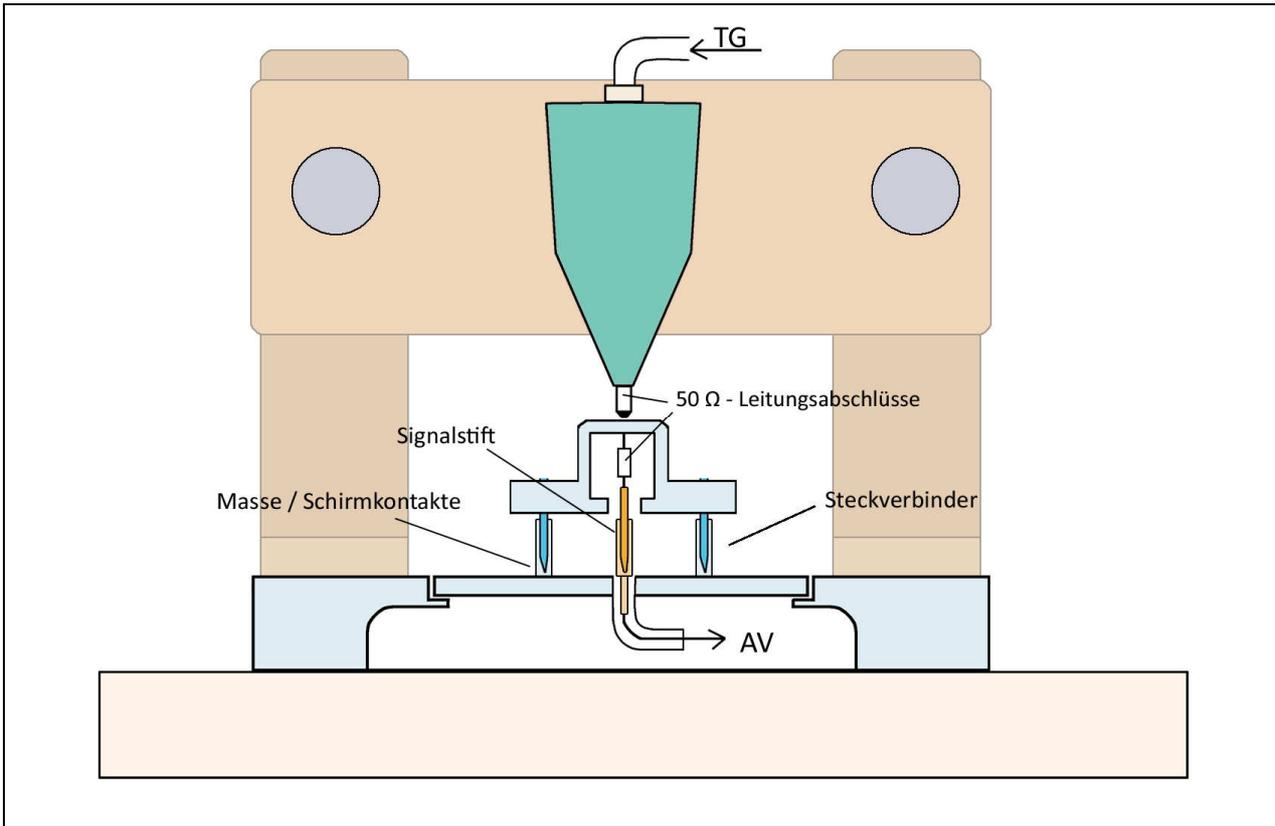

Bild 5 Schematische Darstellung des Querschnittes der Messanordnung
In **Bild 5** ist der vereinfachte Messaufbau zur Messung der Koppelinduktivität L_k dargestellt. Über die Durchleitungs Probe P550 wird vom Mitlaufgenerator (TG) eines Spektrum Analysators der Messstrom über einen 50 Ohm Leitungsabschluss in das Gehäuse (Massebezug) des Steckverbinders eingespeist. Der eingespeiste Messstrom erzeugt an der Koppelinduktivität L_k der Masse / Schirmkontakte die induzierte Spannung u_{ind} .
Die induzierte Spannung U_{ind} im Signalleiter ist linear von der Frequenz, der Höhe des Störstromes und der Koppelinduktivität abhängig. Gleichung Gl 3 verdeutlicht diesen Zusammenhang mathematisch. Nach Gleichung Gl 3 ist die Koppelinduktivität L_k aus den elektrischen Größen $I_{Stör}$ und U_{ind} bestimmbar. Das heißt, Gleichung (Gl 3) ist die Basis des Messprinzips des Koppelinduktivitätsmessplatzes MP CI. Der Strom $I_{Stör}$ wird aus dem Mitlaufgenerator eines Spektrumanalysators eingespeist. Die Spannung U_{ind} wird im Steckverbinder abgegriffen und dem AV-Eingang des Spektrumanalysators zugeführt (**Bild 5**).